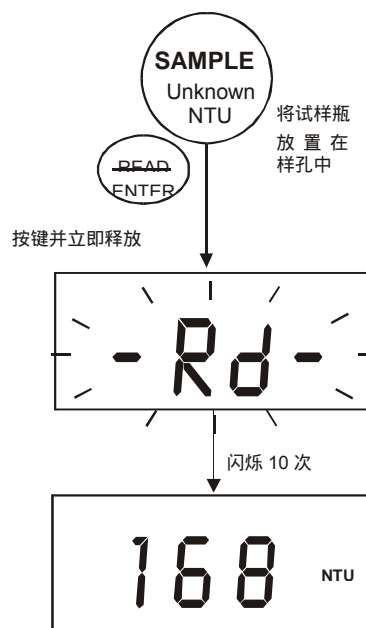

图12: 单次 显示测量
3. 按 READ/ENTER 键并立即释放 (<0.3 秒). 参阅 图 12。